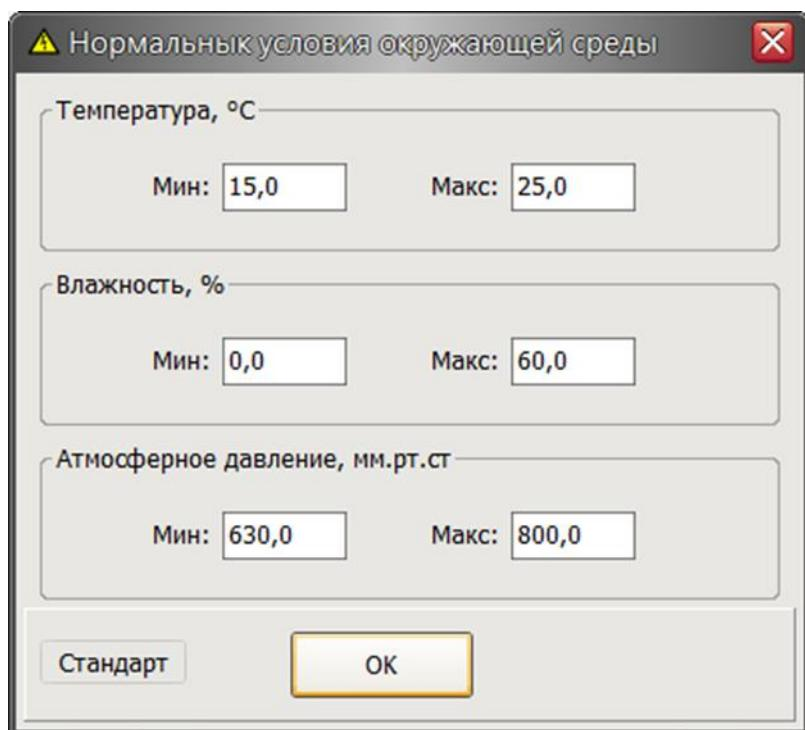

Рисунок 10 – Ввод значений параметров окружающей среды, соответствующие нормальным условиям
12. При необходимости ввести значения параметров окружающей среды, соответствующие нормальным условиям, нажав на кнопку «Нормальные условия» (рисунок 10).